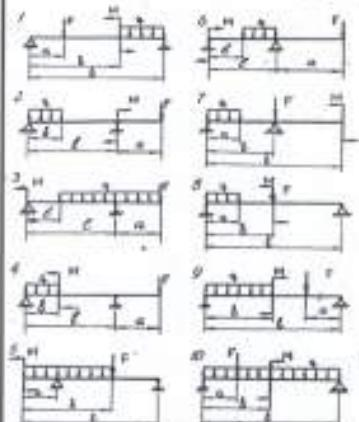

Рис. 3
**Задача №3.** Для стальной балки, нагруженной, как показано на (рис. 3), определить реакции опор, построить эпюры поперечных сил, изгибающих моментов и определить из расчета на прочность необходимые размеры  $h_1$ ,  $h_2$  поперечного сечения. Принять соотношение размеров прямоугольного сечения  $h_1/h_2$  значение внешних нагрузок  $F$ ,  $q$ ,  $M$  и линейные размеры балки  $a$ ,  $b$ .